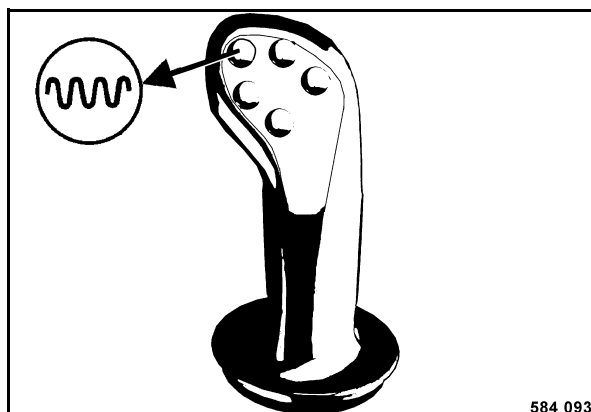

Fig. 124
- Conectar la vibración (Fig. 124).